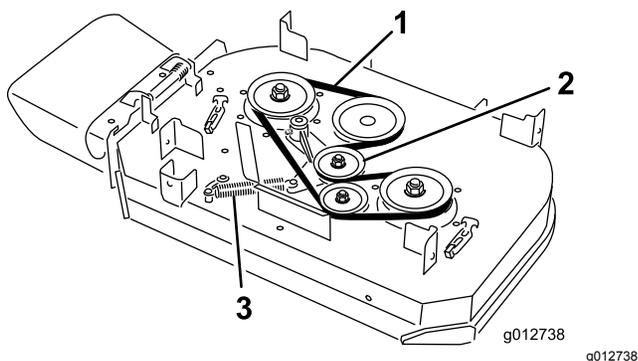

図 63
4. アイドラプーリのアームについているアンカーポストからスプリングを取り外す 図 63。
5. ベルトを取り外す 図 63。
6. デッキプーリとアイドラプーリに新しいベルトを掛け回す 図 63。
7. アイドラプーリのアームについているアンカーポストにスプリングを取り付ける 図 63。
8. アイドラプーリのアームについているアンカーポストにスプリングを取り付ける 図 63。